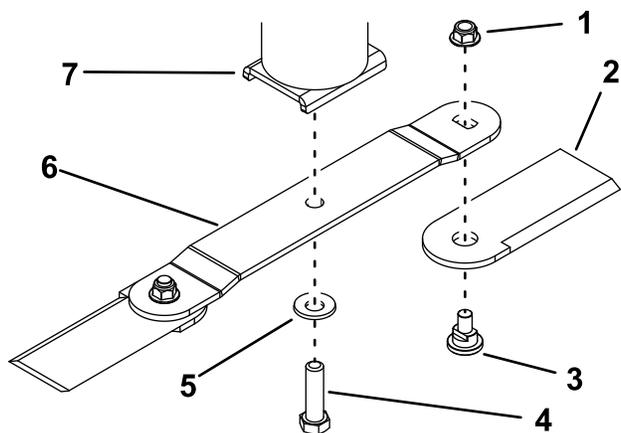

Bild 38
2. Entfernen Sie die Messerschraube, Wellenscheibe und das Schnittmesser von der Messeraufnahme an der Unterseite der Spindelwelle (Bild 38).
Feilen Sie von der Rückseite des Schnittmessers (gegenüber der Schnittkante) etwas Metall ab, wenn das Schnittmesser nicht ausgewuchtet ist (Bild 38).